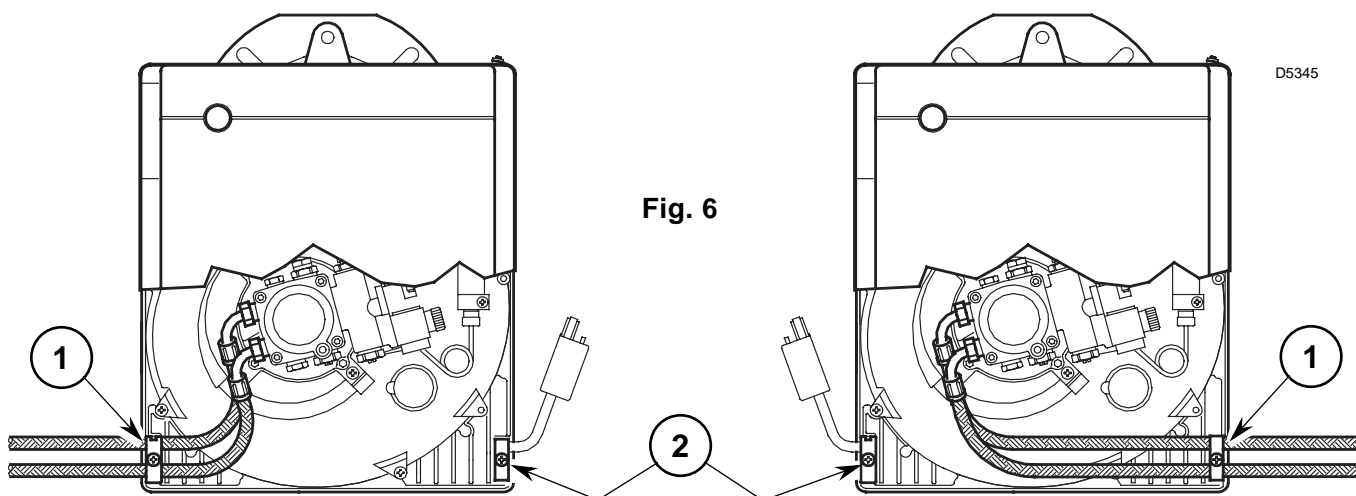

Fig. 6
Le brûleur est prééquipé pour recevoir les tubes d'alimentation du fioul des deux côtés. Selon que la sortie des flexibles est à droite ou à gauche, il peut y avoir lieu de changer l'emplacement de la plaque de fixation (1) avec la traverse de blocage du câble (2), (voir fig. 6).